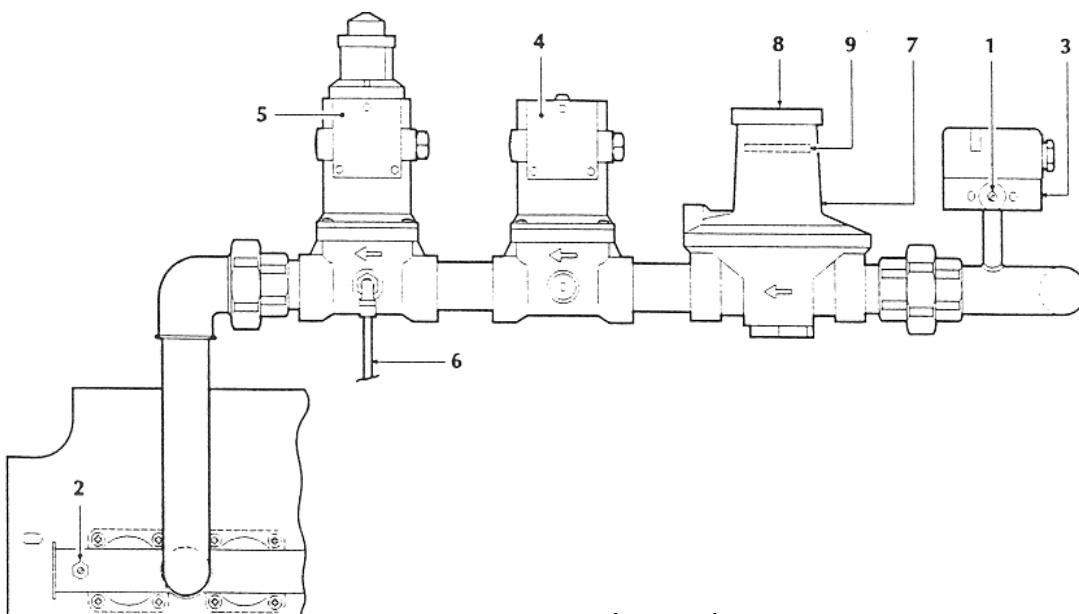

Fig. 6
Reglarea presiune – debit la arzatoarele principale se face cu ajutorul surubului stabilizatorului 9, asezat sub capacul de protectie al stabilizatorului (fig. 6); (pentru a creste presiunea rotiti surubul in sens orar, iar pentru micșorarea presiunii rotiti surubul in sens invers acelor de ceasornic). O reglare mai fina se face cu ajutorul surubului (hexagon de 12 mm) valvei principale (fig. 7a).
**Atentiune:** Presiunea masurata la prizele de presiune 1 si 2 (fig. 6), apar cu o intarziere de cel putin 30 secunde dupa efectuarea reglarii.